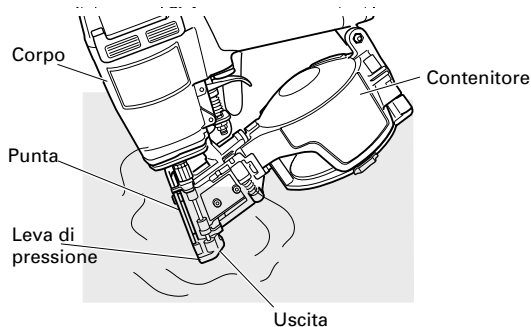

Fig. 15
- (1) Immergere nel solvente solo l'area intorno all'uscita di scarico e non immergere il cilindro o il contenitore. (Vedere Fig.15)